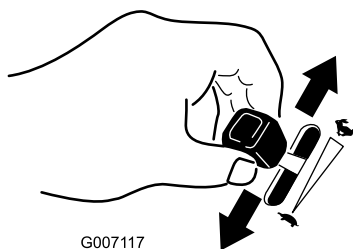

Figura 23
6. Mueva la palanca del acelerador a la posición deseada (Figura 23).